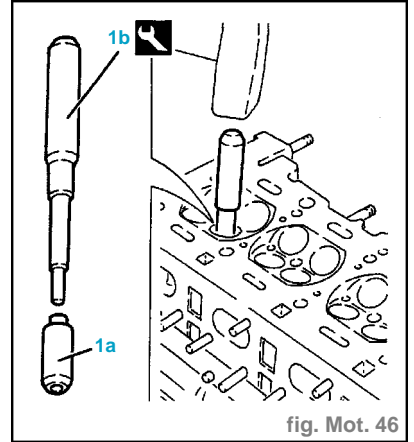

fig. Mot. 46
- Déposer les guides de soupape (1a) avec l'extracteur (1b) (fig. Mot. 46).